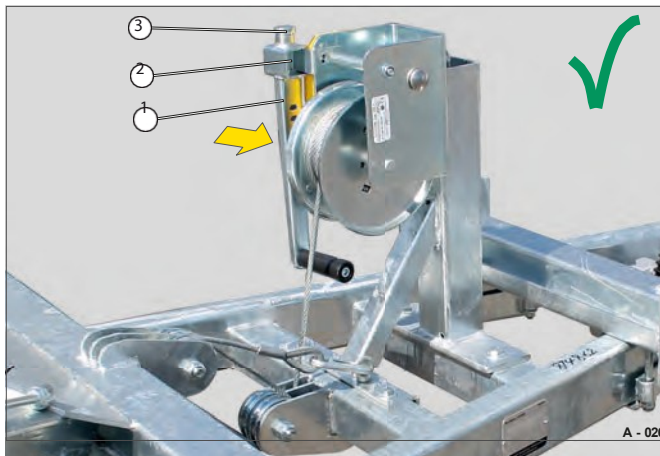

Fig. 17 Manuell kabelvinsch i körläge
- Placera veven (bild 17/2) på parkeringsfästet (bild ).17/1